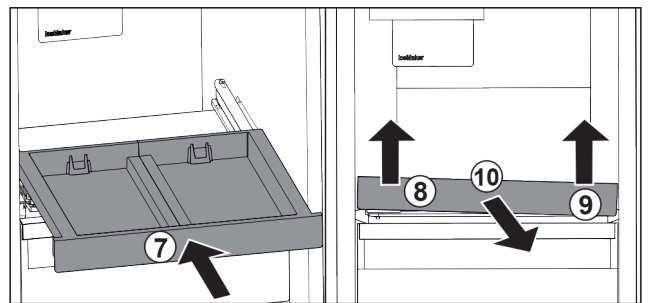

Fig. 82
- ▶ Вставити витяжну панель. Fig. 82 (7)
- ▶ Підняти витяжну панель спереду ліворуч. Fig. 82 (8)
- ▶ Підняти витяжну панель спереду праворуч. Fig. 82 (9)
- ▶ Витяжну панель витягнути вперед. Fig. 82 (10)